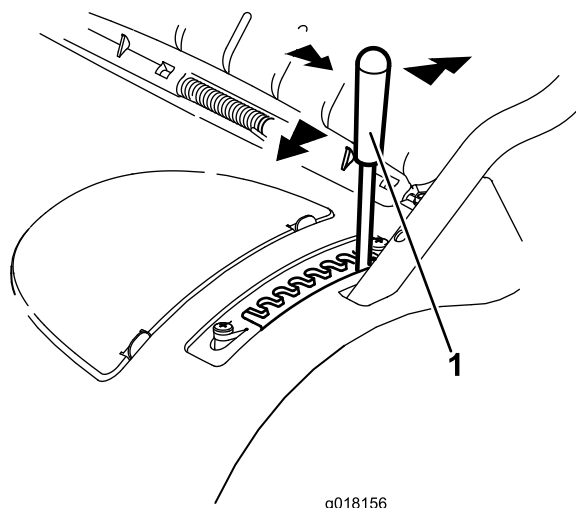

Figure 11
1. Tirez le levier sur le côté pour le désengager du cran de verrouillage (Figure 11).
2. Poussez-le en avant pour abaisser la hauteur de coupe ou tirez-le en arrière pour élever la hauteur de coupe (Figure 11).
3. Relâchez le levier à la position voulue et vérifiez qu'il s'enclenche fermement dans l'un des huit crans de réglage (Figure 11).